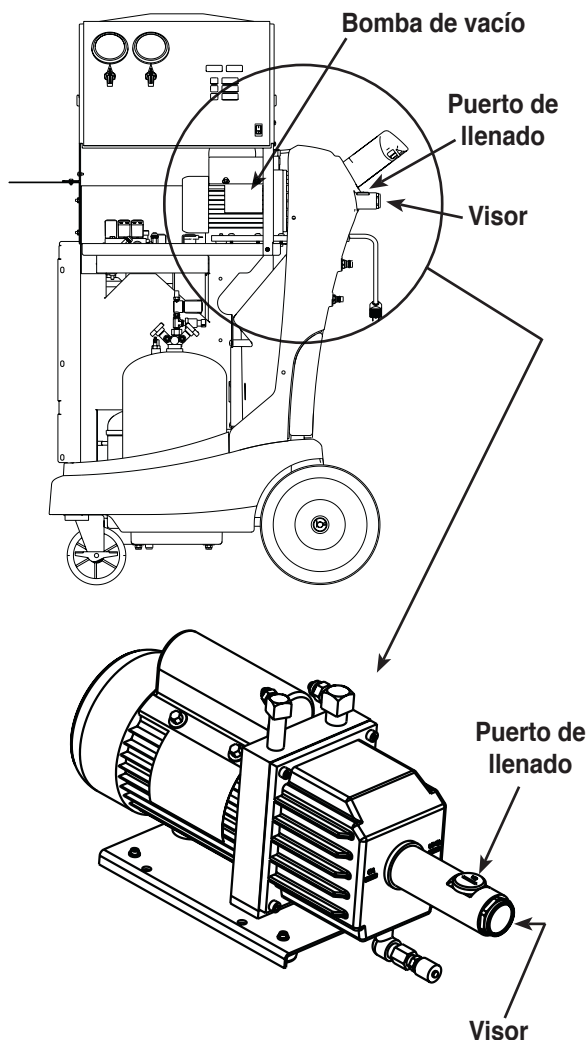

Figura 2
1. Retire el tapón de latón del puerto de llenado de aceite de la bomba de vacío. Consulte la Figura 2.
2. Conecte el tubo flexible/tapón a la botella de aceite y vierta **sólo** cinco (5) onzas de aceite para la bomba de vacío en el puerto de llenado. *Nota: Usted llenará hasta el tope con aceite en los próximos pasos cuando la bomba de vacío esté funcionando.*